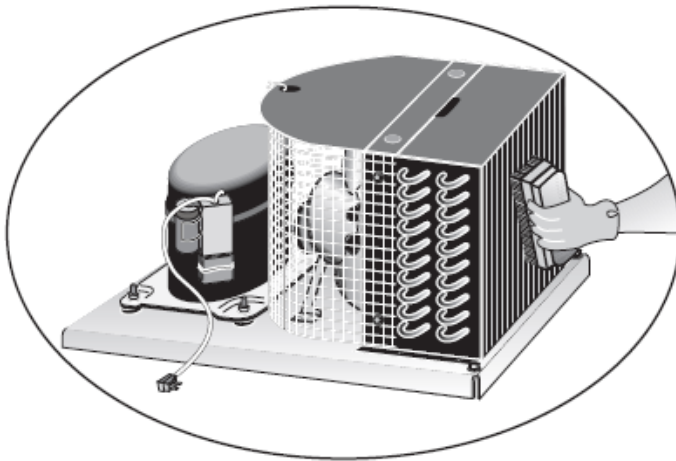

Abb. 2. Reinigen Sie mit einer Bürste mit harten Borsten den angesammelten Schmutz sorgfältig von den Lamellen der vorderen Kondensatorrohrschlange.
3. Reinigen Sie mit einer Bürste mit harten Borsten den angesammelten Schmutz sorgfältig von den Lamellen der vorderen Kondensatorrohrschlange. Siehe Abb. 2.